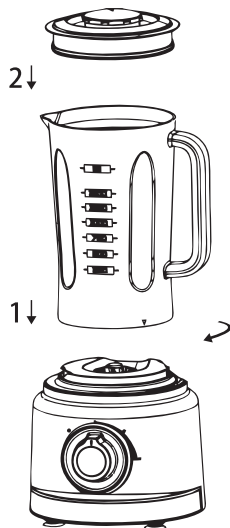

рис. 6
7.7.1 Предназначена для измельчения и смешивания различных ингредиентов, приготовления смузи, коктейлей, пюре. Произведите сборку согласно рис. 6. Установите чашу блендера на корпус и поверните по часовой стрелке до фиксации.